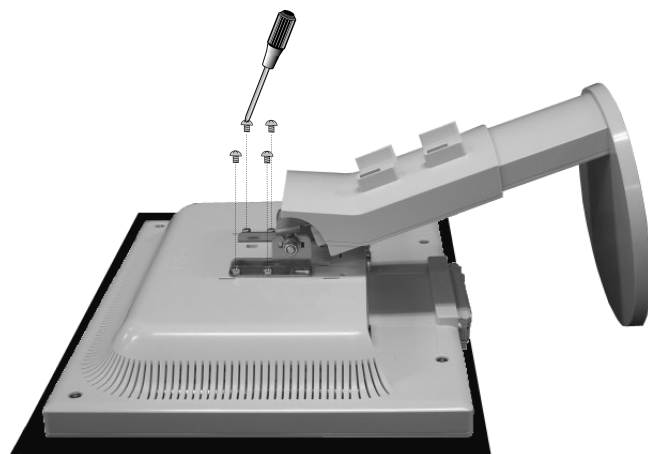

Figure S.4
5. Placez le moniteur face vers le bas sur une surface non abrasive (**Figure S.4**).
6. Retirez les quatre vis qui relient le moniteur au support (**Figure S.4**).